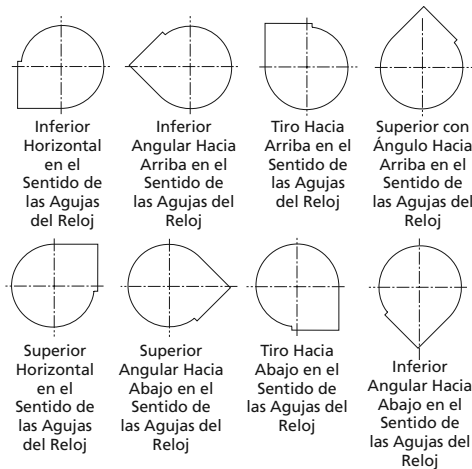

Figura 3 — Salida del Ventilador Vista desde el Lado de la Transmisión del Ventilador
1. Este ventilador Dayton se encuentra actualmente en la posición de tiro hacia arriba. Si desea otra posición, consulte la Figura 3 para conocer las posiciones de salida opcionales.